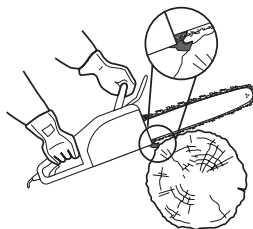

Fig. 21
5. Certifique-se de que a corrente da serra (11) está a funcionar a toda a velocidade antes de fazer contacto com a madeira. Utilizar pára-choques perfurados (5) para fixar o produto à madeira antes de começar a cortar e utilizá-lo como ponto de alavanca durante o corte (Fig. 21).